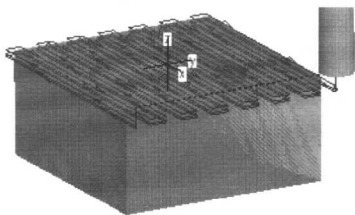
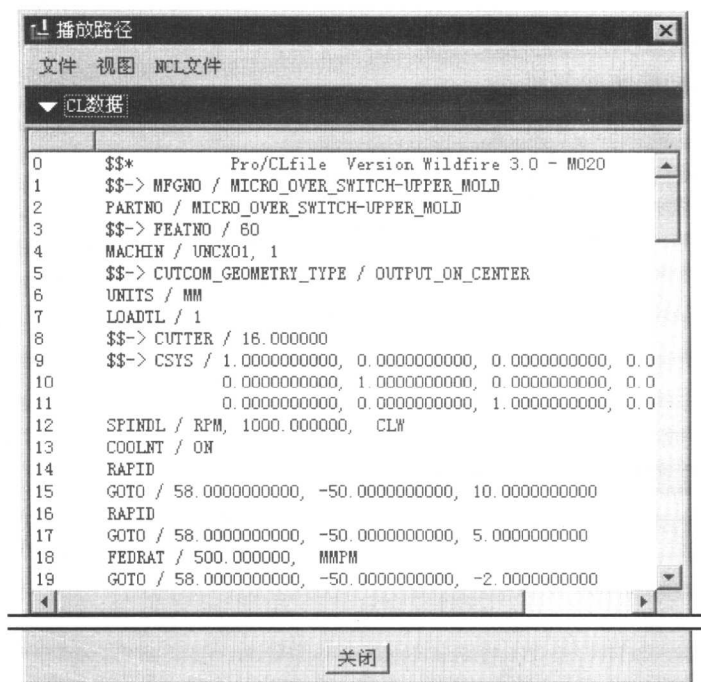

图 1.1.15 刀具行走路线
图 1.1.16 查看 CL 数据
Step3. 单击“播放路径”对话框中的按钮，可以观察刀具的行走路线，如图 1.1.15 所示。单击▶ CL数据 栏可以查看生成的 CL 数据，如图 1.1.16 所示。